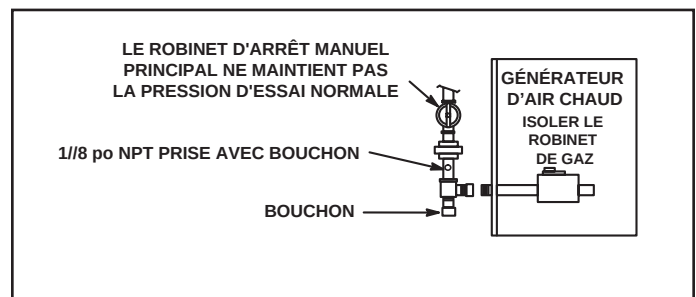

Figure 46.
6. Placez l'interrupteur du robinet de gaz sur OFF (arrêt). Voyez la Figure 46.
8. Placez l'interrupteur du robinet de gaz sur ON (arrêt). Voyez la Figure 46.
Lors du test de pression des conduites de gaz, le robinet de gaz doit être déconnecté et isolé. Les robinets de gaz peuvent être endommagés s'ils sont soumis à plus de 0,5 psig (14 po C.E.). Voyez la Figure 46.